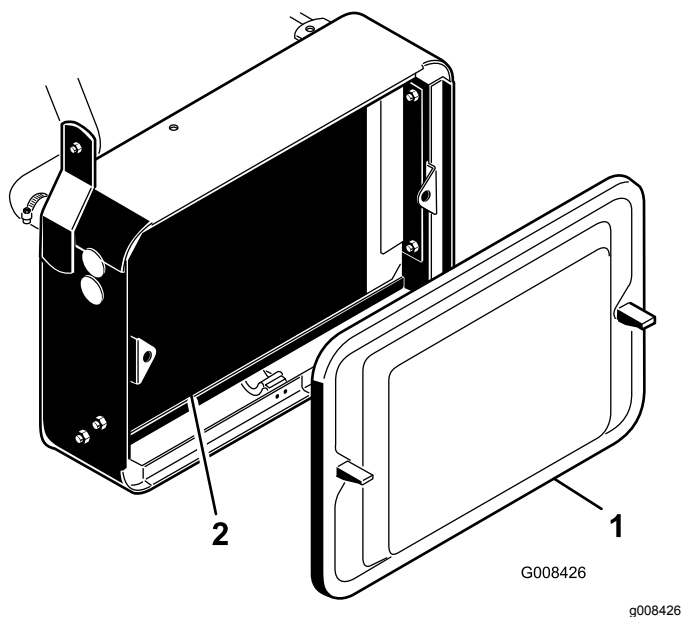

Figura 44
- Rimuovete la griglia del radiatore (Figura 44).